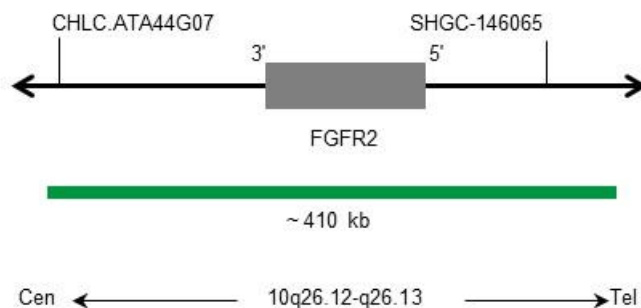

Abb. 1: SPEC FGFR2 Sondenlokalisation (nicht maßstabsgetreu)
- Digoxigenin-markierten Polynukleotiden (~1,1 ng/ μ l), die gegen Sequenzen in 10q26.12-10q26.13* (chr10:123,080,085-123,492,398) gerichtet sind, welche die FGFR2-Genregion enthalten (siehe Abb. 1).